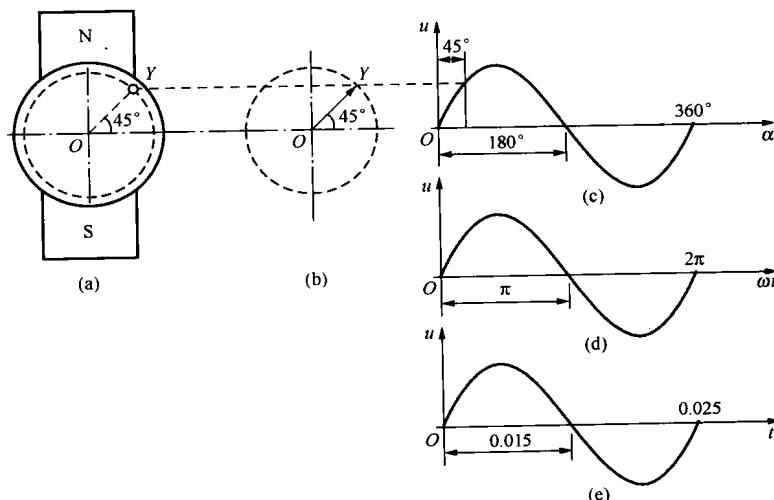

图 1-2 交流电的波形和向(矢)量图
电压表指到 $U=220V$ 。用示波器测量的波形，如图 1-2(c)。根据实测的数据，可验证以下公式
直流电的大小和方向是固定的；而交流电的大小在不停地变化，方向也在不停地变化。这是它们的根本区别，也是交流电比直流电复杂、难学的原因。为了便于分析和计算，用旋转矢量(或旋转向量)来表示交流电的物理特性。图 1-2(a)是交流发电机的示意图，从物理和三角函数中，电枢上的导线在磁
极下，逆时针旋转一周，感应的电压就是正弦波。在图 1-2 (b) 中的半径 OY 逆时针旋转一周，在纵坐标上的投影值，对应不同角度的投影值，两者的函数关系，也是正弦波，在 45° 的位置，三者的数值都是 $219.8V$ 。用“旋转矢量” OY 来代表发电机的电压，旋转矢量 OY 的长度等于电压的幅值 $311V$ ，逆时针旋转的速度等于发电机的转速，如这里 $n=3000r/min$ 。知道了单相交流发电机的“旋转矢量”后，就可作出三相交流发电机的“旋转矢量”。如发电机为绕组 D 接线、 $220V/380V$ 的三相发电机。
(1) 电气角度。用 α 表示，如图 1-2 (c) 中所示。“电气角度”跟“几何角度”有本质的区别。
(2) 弧度。用 ωt 表示，如图 1-2 (d) 中所示，弧度对照角度为 π 弧度 = 180° 。但在交流电中有“电角速度”或“角频率”的物理量，即
(3) 时间。用 t 表示，如图 1-2 (e)。试验用两极发电机，每秒旋转 50 周 ($3000/60=50$)，频率 $f=50\text{Hz}$ 。一个周期（发电机转一周）的时间 T 为 $1/50=0.02\text{s}$ 。